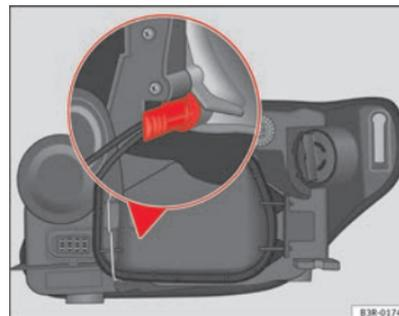

Fig. 199 Feux de position. Base du support d'ampoule en position verticale
- Introduisez l'ampoule dans la douille, en vous assurant que la base du support de l'ampoule soit contre la paroi en position verticale ⇒ page 281, fig. 199 et appuyez sur celui-ci.